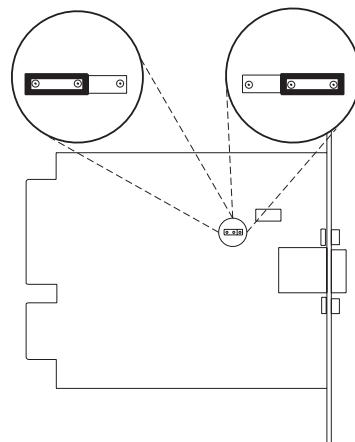

Рисунок 34. Перемычка релейного контакта На Байпасе
2. Чтобы включить релейный контакт На Байпасе, переставьте перемычку J3 в положение AS/400 как показано на рис. 34.